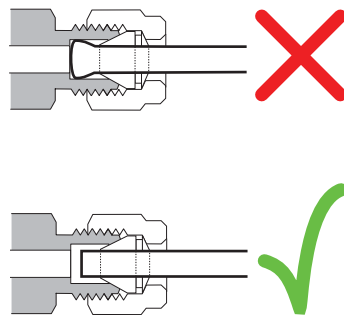

图 30 完成的接头
- 11 图 30 中显示了正确套接的连接和不正确套接的连接。请注意，正确套接的接头中的管线的一端没有破碎，且不会与密封垫圈的操作发生干扰。